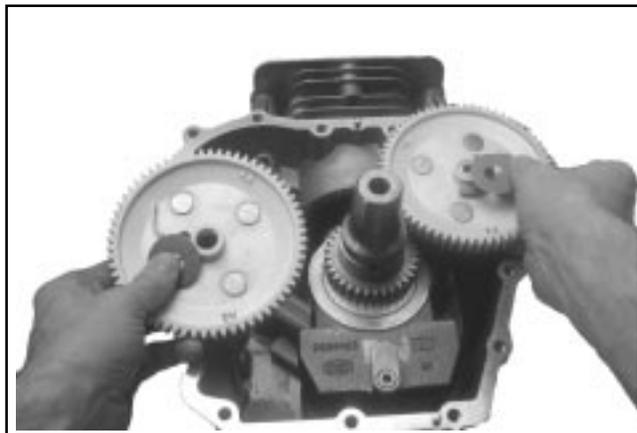

Figure 8-39. Dépose des engrenages à cames.
1. Retirer les rondelles de butée et les engrenages à cames des arbres de cames. Voir la Figure 8-39.